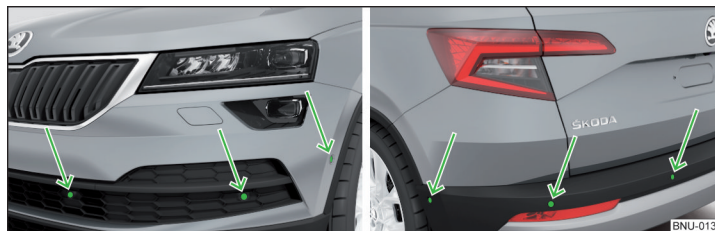

Abb. 261 Verbauort der Sensoren auf der linken Fahrzeugseite: vorn / hinten
- Die Systemsensoren » Abb. 261 auf Seite 230 sauber, schnee- sowie eisfrei halten und mit keinerlei Gegenständen abdecken, anderenfalls kann die Systemfunktion eingeschränkt sein.
Das System berechnet mithilfe von Ultraschallwellen den Abstand zwischen dem Stoßfänger und einem Hindernis. Die Ultraschallsensoren befinden sich je nach Fahrzeugausstattung im hinteren bzw. auch im vorderen Stoßfänger » Abb. 261.